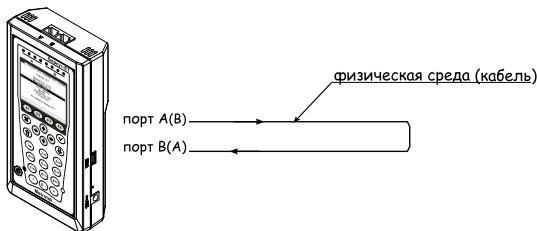
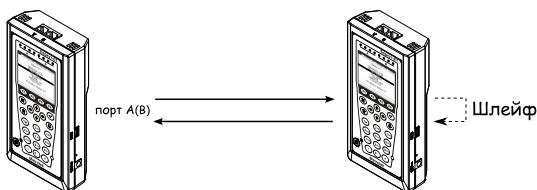

Рис. 7.85. Тестирование на физическом уровне (вариант 1)
Рис. 7.86. Тестирование на физическом уровне (вариант 2)
- На **физическем уровне** данные отправляются частями с определённым межкадровым интервалом (IFG — Interframe Gap). В этом случае тестируние проводится с порта A (B) на порт B (A) (см. рис. 7.85) или используется функция «Шлейф» (см. рис. 7.86).